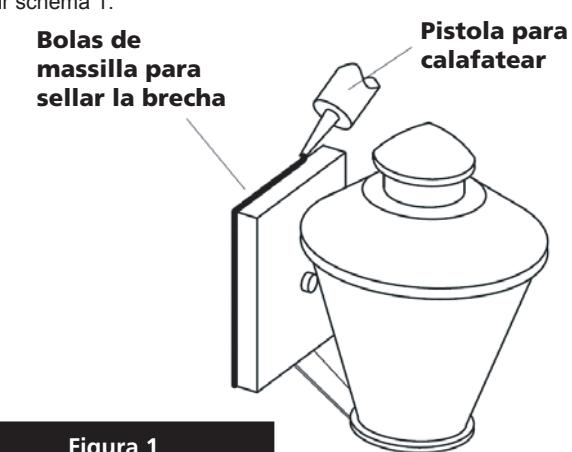

Figura 1
1. Para instalar el soporte de montaje (M), determinar la localización donde el soporte de montaje se va a unir y la ubicación del agujero marca – **Véase la Figura 1**.
1. Conecte el cable de alimentación positivo (**A**) (normalmente negro o la cara lisa, sin marcas del cable de dos conductores) de plomo accesorio positivo (**B**) con un giro de tamaño adecuado en el conector – **Véase la Figura 1 y 2**.
Para conectar a tierra en un sistema eléctrico de 3 hilos, fije el cable de tierra del artefacto (**E**) (generalmente de cobre o verde recubierto de plástico) a la brida de montaje accesorio (**M**) con el tornillo de tierra (**S**) – **Véase la Figura 1**. Nota : En las correas de accesorios compatibles tornillos, primero instale los dos tornillos de montaje de la correa. Cualquier agujero roscado restante puede ser utilizado para el tornillo de tierra.